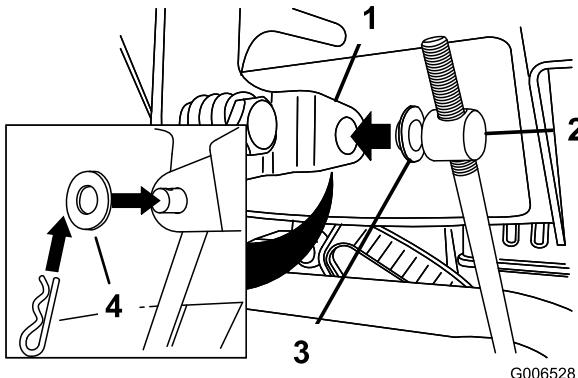

Figure 6
- Retirez la goupille fendue et la rondelle extérieure du tourillon à l'extrémité supérieure de la tige de commande de vitesses (Figure 6).
Remarque: Pour faciliter le montage, laissez la rondelle intérieure sur le tourillon (Figure 6).
- Soulevez la tige de commande de vitesse et insérez le tourillon dans le trou du levier sélecteur de vitesses (Figure 6).
- B. Retirez le tourillon du sélecteur de vitesses (Figure 6).
- C. Tournez le tourillon vers le bas (sens horaire) sur la tige de commande de vitesse (Figure 6).
- D. Remettez le tourillon sur le sélecteur de vitesses (Figure 6).
- C. Tournez le tourillon vers le haut (sens anti-horaire) sur la tige de commande de vitesse (Figure 6).